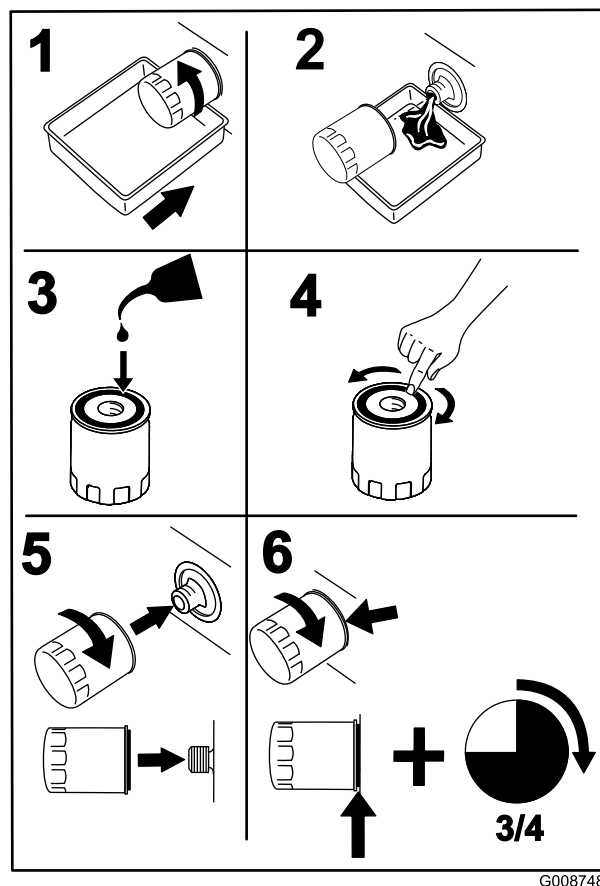

Figura 39
2. Cambiate il filtro dell'olio del motore (Figura 39).